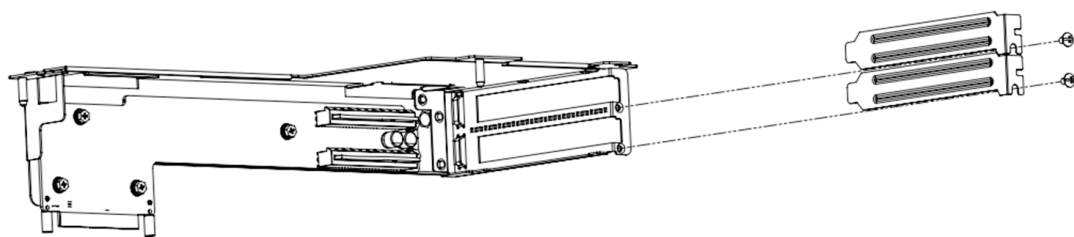

Figure 2.19 Removing the PCIe brackets/ 移除 PCIe 铁件 / 移除 PCIe 鐵件
3. Undo the screw in the side to release the PCIe brackets (See Figure 2.19)
3. 旋开 PCIe 槽片侧边螺丝（如图 2.19 所示）